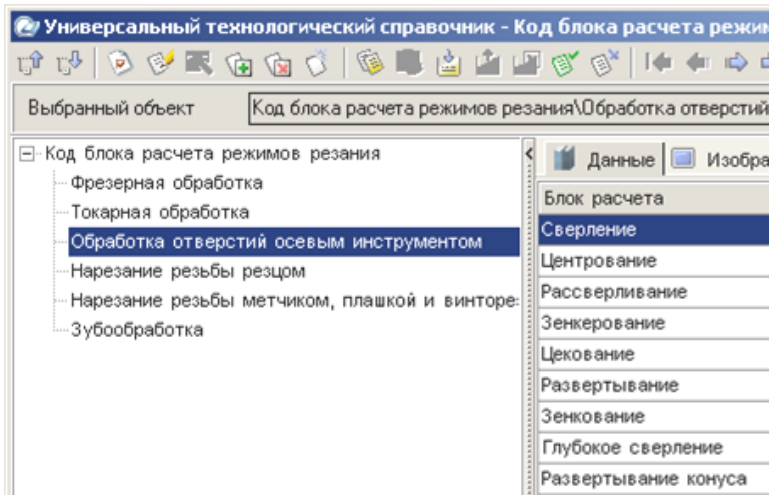

Рис. 6.2
3. Выберите из предложенного списка последовательно *Обработка отверстий осевым инструментом* – *Сверление* и нажмите кнопку *Применить* (рис. 6.2).